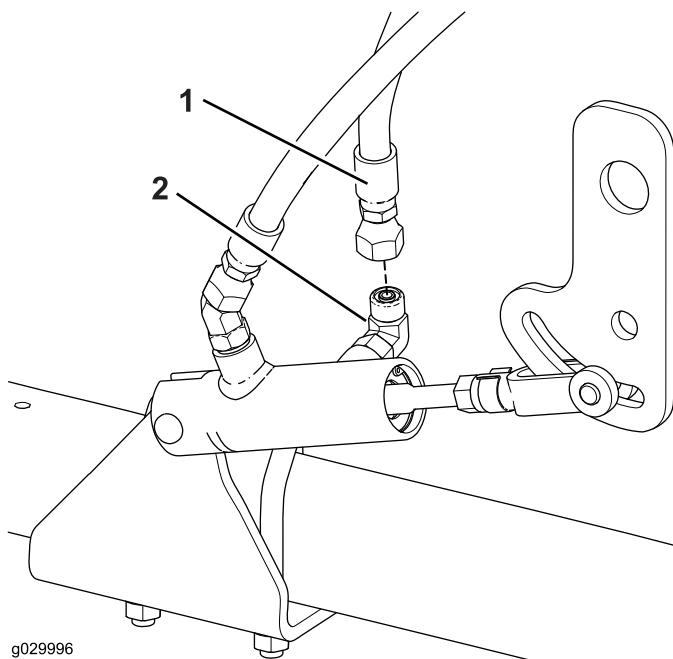

Figura 18
- Ligue a união do tubo (reta) no tubo hidráulico comprido à união hidráulica (90 graus) no cilindro hidráulico (Figura 18)